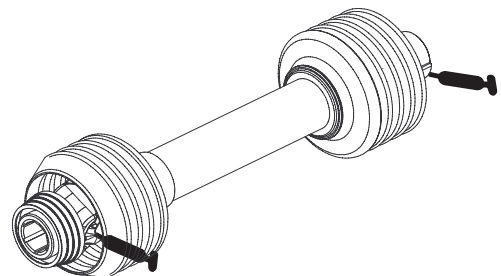

Bild 14
In normalen Bedingungen müssen die zwei (2) Schmiernippel der Antriebswelle alle 100 Betriebsstunden eingeschmiert werden (Bild 14). Verwenden Sie Nr. 2 Schmiermittel auf Lithiumbasis.